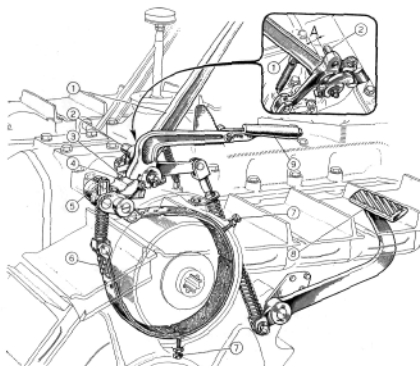

Fig. 43. - Freno sulla frizione di sterzo destra.
Se dette condizioni non sono soddisfatte, eseguire per ciascun freno le seguenti operazioni (fig. 43):
N.B. - A registrazione ultimata, tra la leva comando frizione di sterzo ed il perno di trascinamento 2 deve rimanere un giuoco A sufficiente per il disinnesto delle frizioni. Il dettaglio della fig. 43 mette in evidenza il punto ove devesi verificare il giuoco anzidetto.